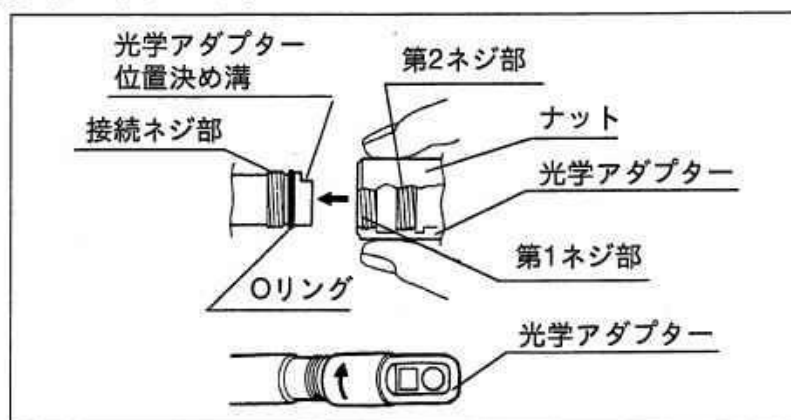

図4.3
スコープ先端部のOリング（図4.3参照）に切れ、脱落などの異常が生じていないかを点検します。
2. スコープ先端部および光学アダプターの接続ネジ部（図4.3参照）に異常な変形や異物がないかどうかを点検します。